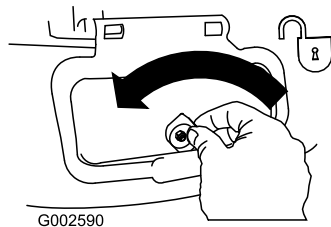

Figura 35
1. Sbloccate lo sportello di scarico laterale (Figura 35).